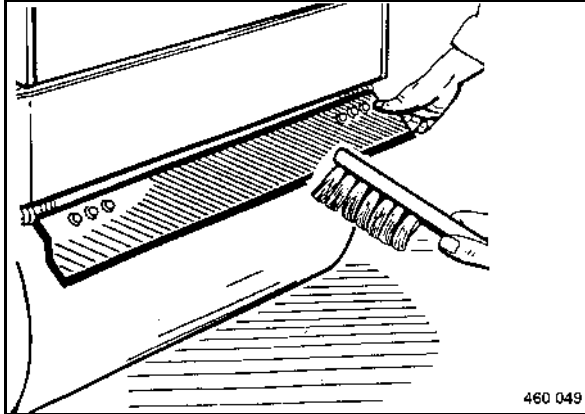

fig. 93
- Soulever et nettoyer les racleurs (fig. 93). Cette mesure est particulièrement importante avant les travaux sur l'asphalte.